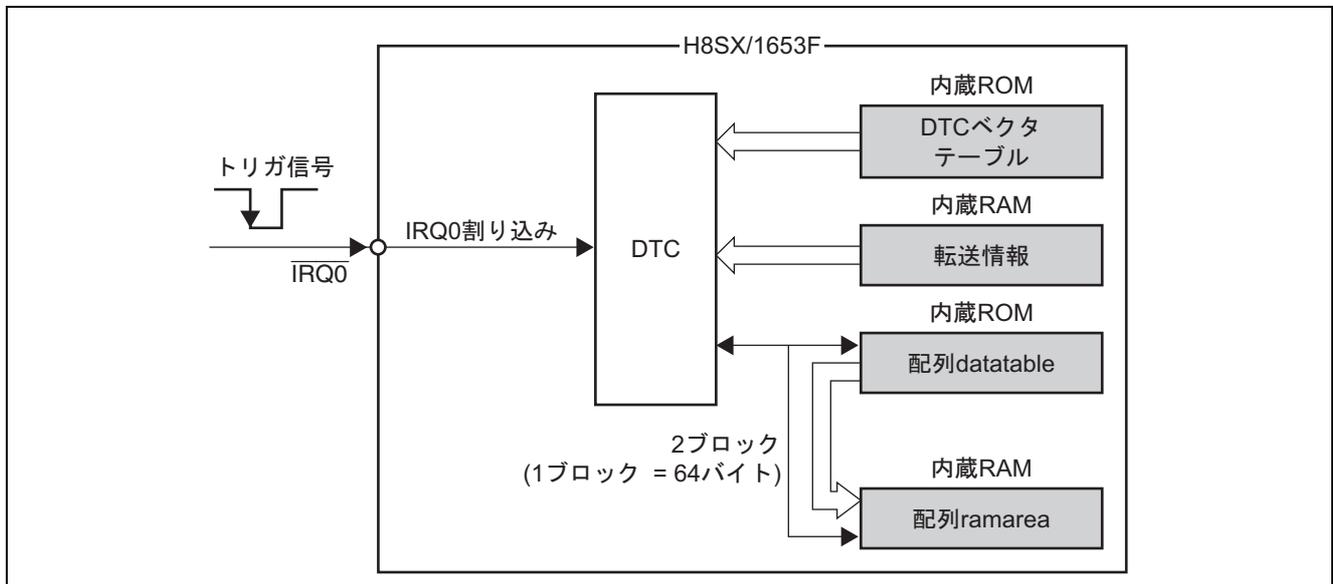

図1 DTC リードスキップブロック転送
- 図 1 に本タスク例の DTC データ転送のブロック図を示します。